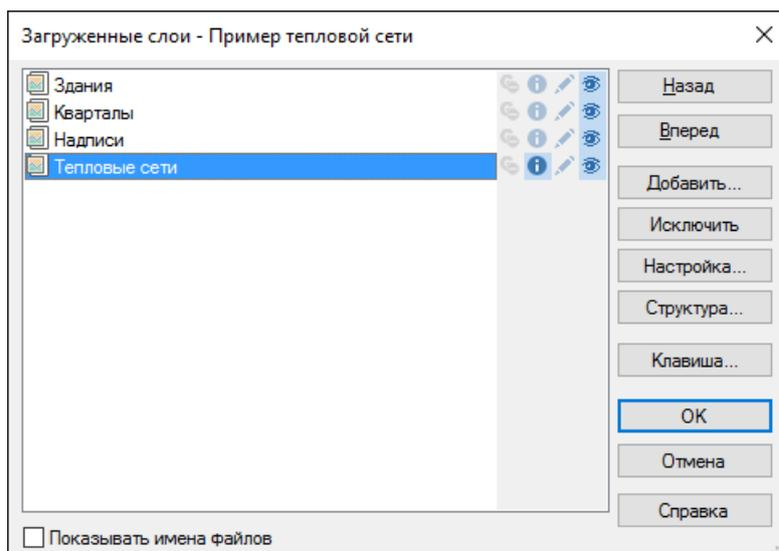

Рисунок 10.3. Окно выбора слоя
3. Нажмите кнопку Слой..., выберите слой рассчитываемой тепловой сети в открывшемся диалогe (смотрите Рисунок 10.3, «Окно выбора слоя») и нажмите кнопку ОК чтобы подтвердить выбор и закрыть диалог;